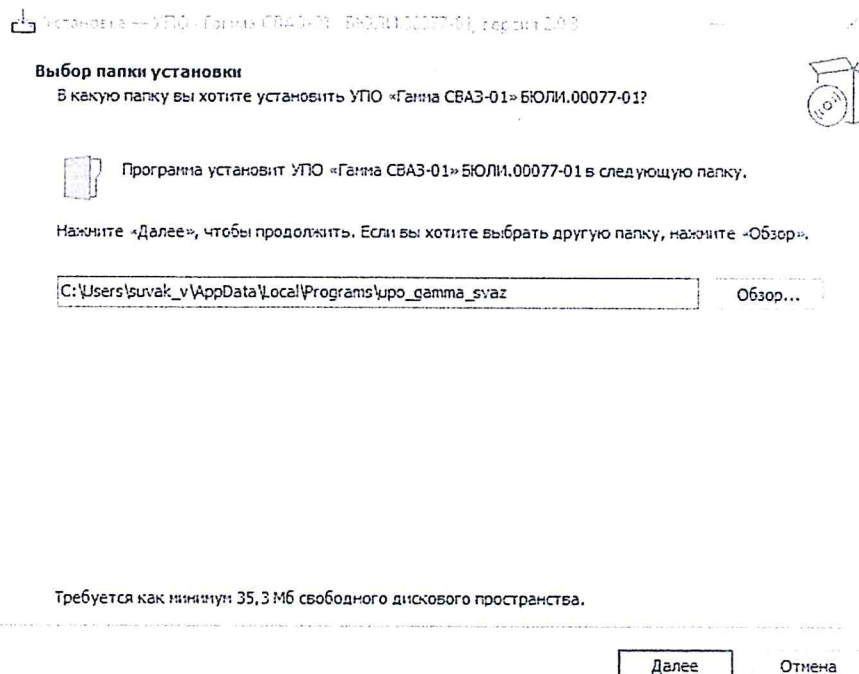

Рисунок 11 – Окно «Выбор папки установки»
- в открывшемся окне выбрать папку для установки программы и нажать кнопку «Далее» (рисунок 11);